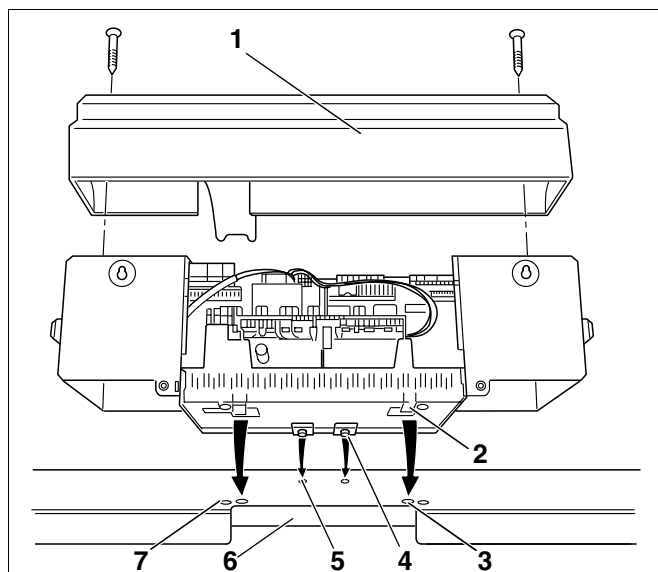
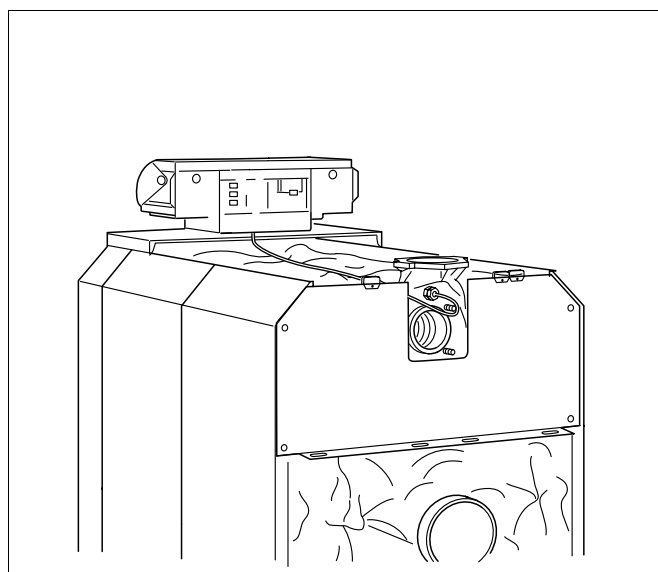

Рис. 60 Установка системы управления
Рис. 65 Котел с установленной системой управления
- Ослабить два винта на крышке клеммной коробки (рис. 60, **поз. 1**). Снять крышку, приподняв ее вверх.
- Установить систему управления. Вставить крюки (рис. 60, **поз. 4**) системы управления в овальные отверстия передней крышки котла (рис. 60, **поз. 5**). Систему управления сдвинуть вперед и затем откинуть назад. Эластичные крюки (рис. 60, **поз. 2**) должны войти сзади в прямоугольные отверстия передней крышки котла (рис. 60, **поз. 3**).
- Цоколь системы управления закрепить к передней крышке котла справа и слева от прохода для кабеля (рис. 60, **поз. 6**) двумя саморезами (рис. 60, **поз. 7**).
- Крышку клеммной коробки (рис. 60, **поз. 1**) снова закрепить двумя саморезами на цоколе системы управления (рис. 65).